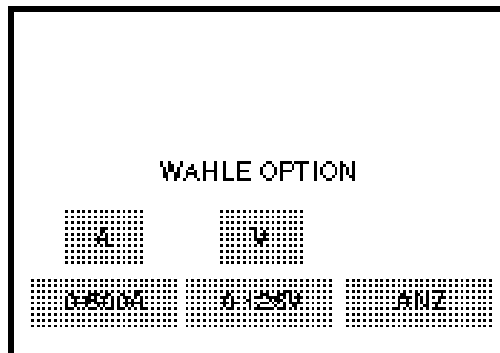

Abbildung 4: Hauptmenü (des PCITS600/2) mit Prüfoptionen
8. Die verschiedenen Prüfoptionen des auf dem Bildschirm erscheinenden Hauptmenüs werden in Abbildung 4 dargestellt.
1. Drücken Sie im Bildschirm des Hauptmenüs die mit "ANZ" gekennzeichnete rechte Taste. Es erscheint das Untermenü "ANZEIGEOPTIONEN". Die Tasten sind mit "KONTRAST", "SPRACHE" und "MENÜ" gekennzeichnet. Durch Drücken der Taste "MENÜ" können Sie zu dem in Abbildung 4 gezeigten Hauptmenü zurückkehren.